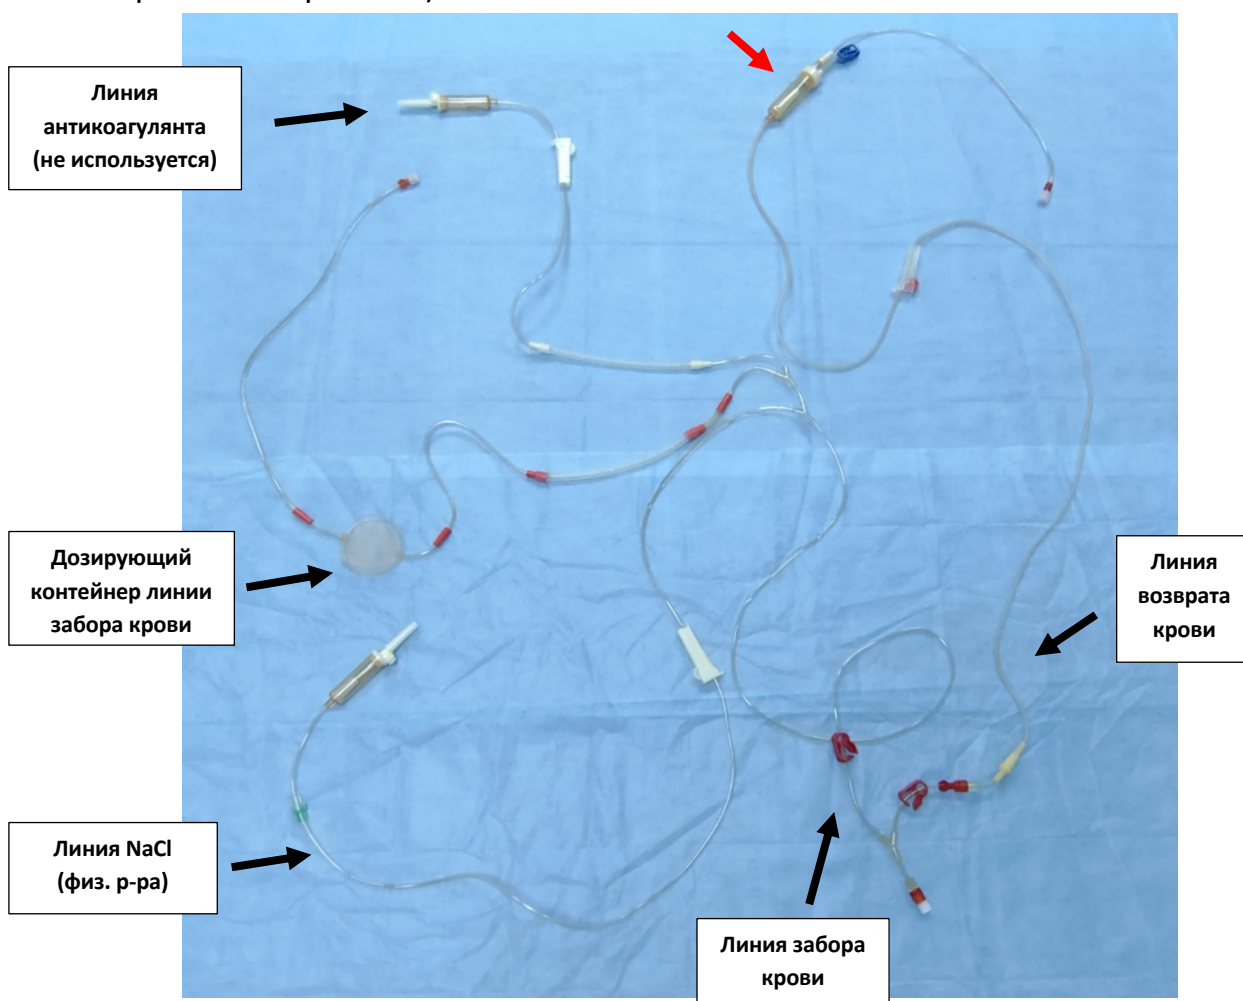

Рисунок 1.2
- 1.2. Расположите элемент 2 магистрали на стерильной поверхности. Найдите на линии возврата воздушную ловушку (отмечена красной стрелкой на рис. 1.2)